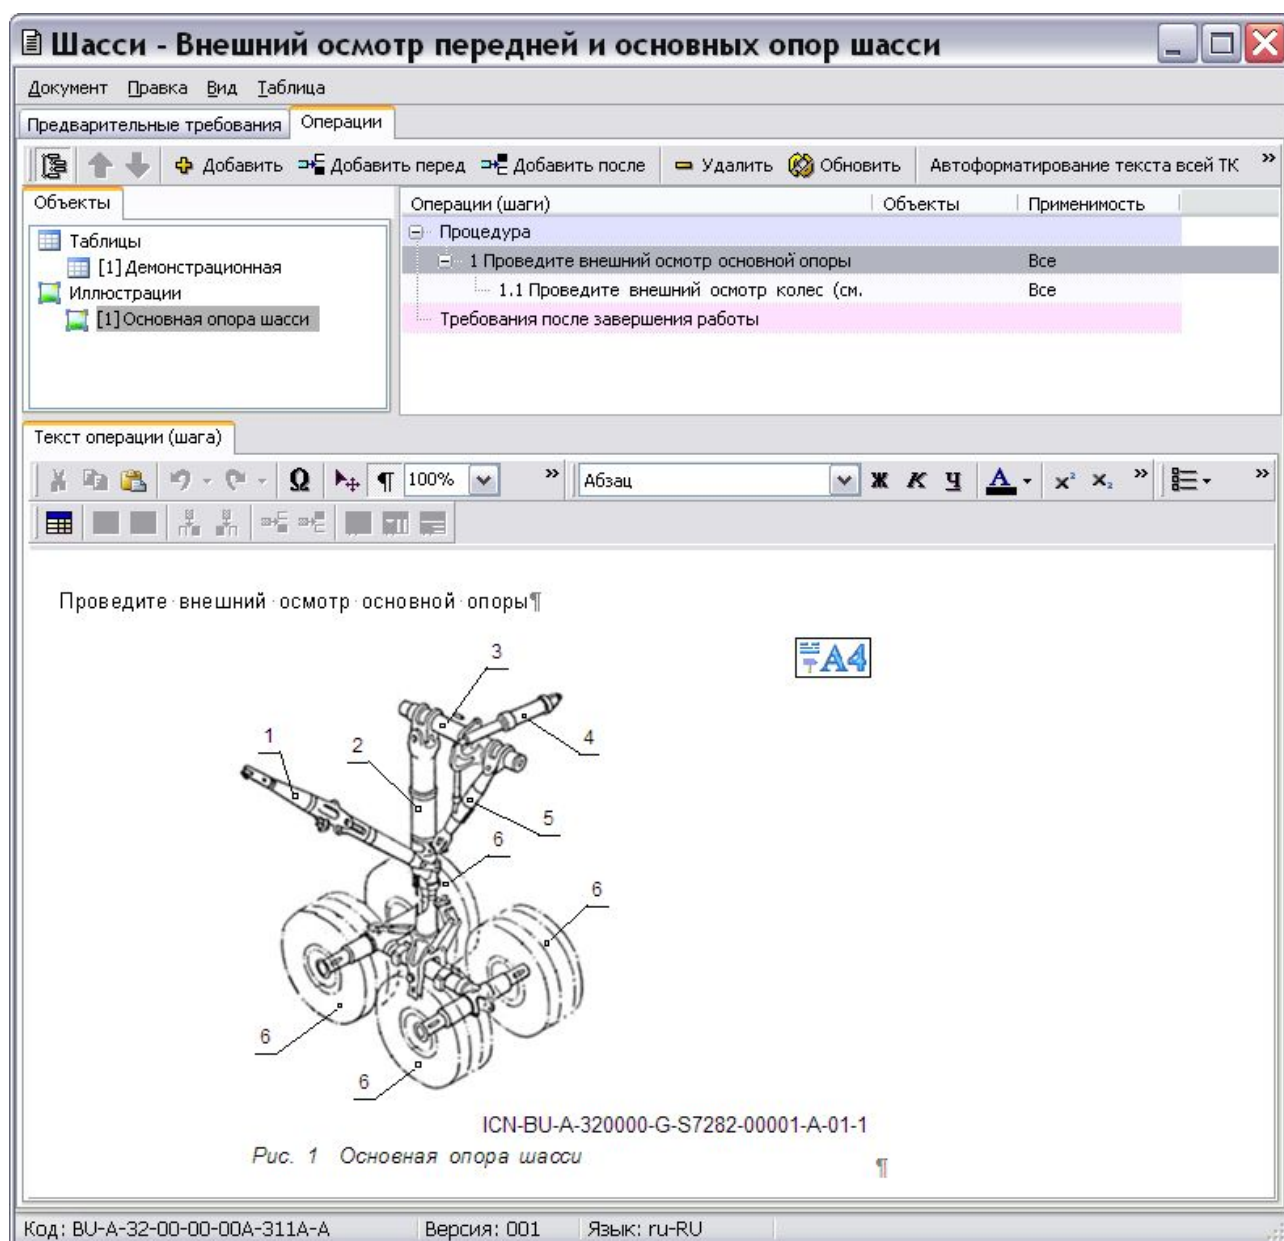

Рис. 5.22
5. Выйдите из окна создания иллюстраций. После этого иллюстрация появится в документе (Рис. 5.22).
6. На вкладке **Объекты** в левой части верхнего окна в списке иллюстраций появилось название созданной иллюстрации «Основная опора шасси» (Рис. 5.22).